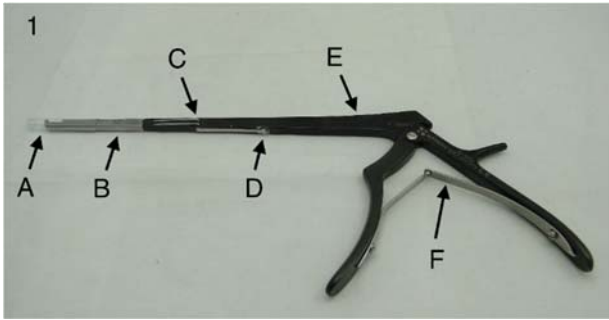

Figura 1
2. Verifique o funcionamento das alavancas de libertação de pontas e da alavanca de bloqueio de segurança (ver figura 1), pressionando e soltando as alavancas. Se não for possível pressionar qualquer alavanca (Nota: a alavanca de libertação da ponta inferior apenas pode ser pressionada se a alavanca de bloqueio de segurança estiver pressionada) ou se estas não voltarem à posição original ao soltar, devolva a pega para reparação.